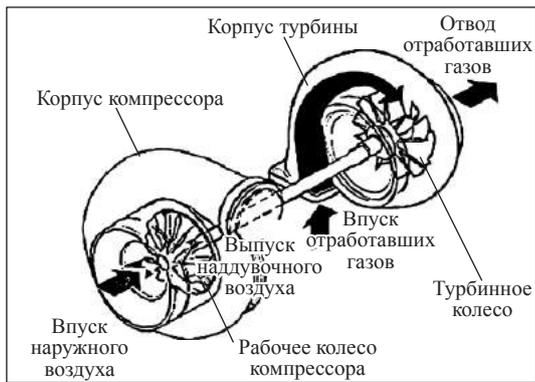

Рис. 7-2-1. Устройство турбоагнетателя
- » Другие компоненты турбоагнетателя: корпус компрессора, рабочее колесо компрессора, корпус турбины и подшипники (см. рис. 7-2-1).